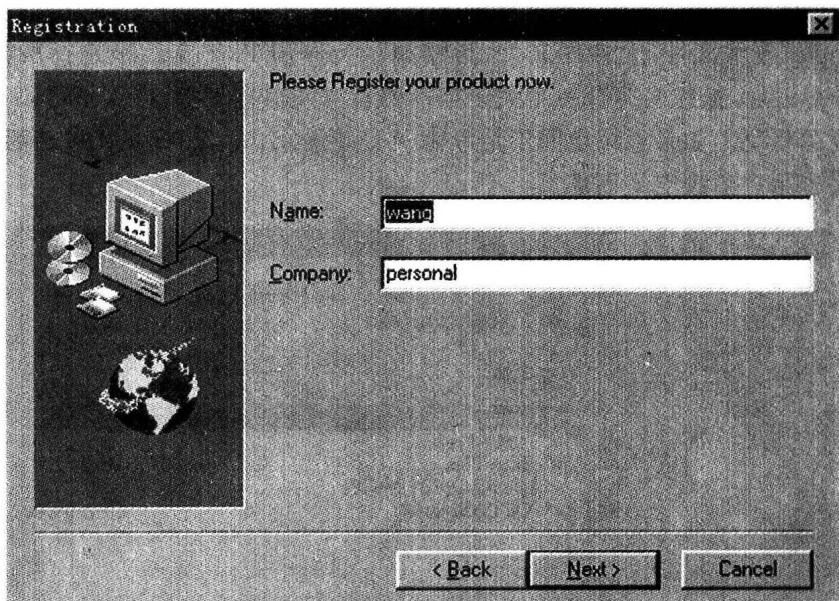

图 1-4 Registration 窗口
(2) 在确认接受 PowerLogic 软件法律保护条款后, 系统将打开 Registration(注册)窗口, 如图 1-4 所示。在窗口中的 Name(姓名)对话框中输入用户的姓名, 在 Company(公司)对话框中输入用户所在的公司名称, 否则系统将不进入下一步安装。在输入完毕后, 点击 Next 按钮, 系统将弹出注册信息显示窗口。在确认注册无误后, 点击 Yes 按钮进入下一步安装。